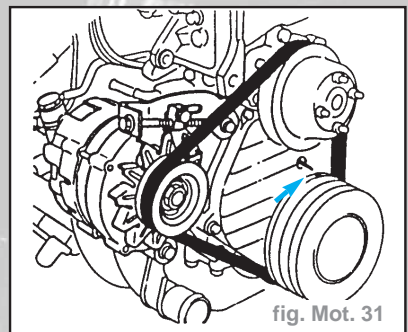

fig. Mot. 31
- Aligner le repère PMH de l'amortisseur de vibrations du vilebrequin sur l'index (flèche) du carter de distribution, le piston numéro 1 doit être au PMH de la course de compression (fig. Mot. 31).